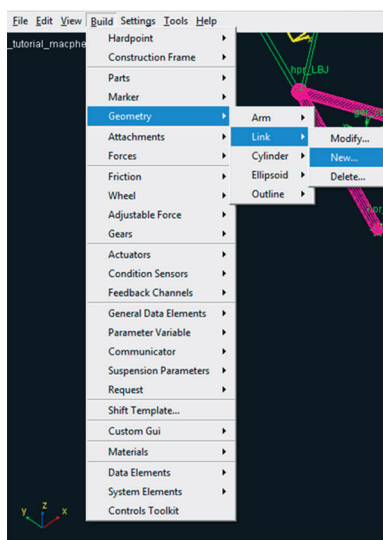

Figura 4.40 – Criando uma nova geometria do tipo *Link*.
- Acesse o menu *Build* → *Geometry* → *Link* → *New* (Figura 4.40).